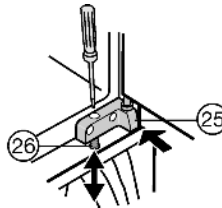

Fig. 13
- ▶ Ajuste la altura del aparato: utilizando los tornillos reguladores Fig. 13 (26) de los soportes de cojinete Fig. 13 (24,25).